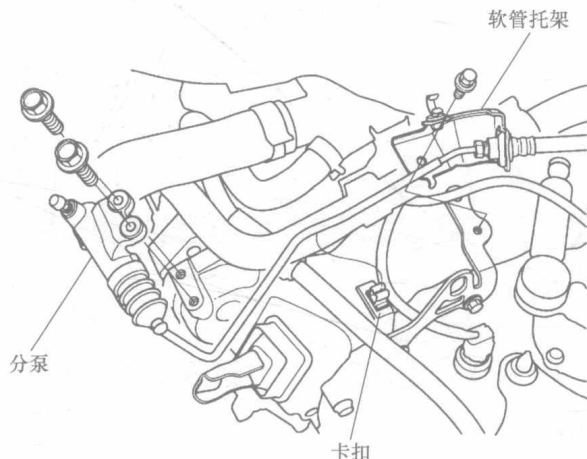

图 2-6 取出离合器分泵
10) 拆下离合器软管托架和分泵。从卡扣上拆下离合器管路,然后小心地取出分泵以免弄弯离合器管路,如图 2-6 所示。